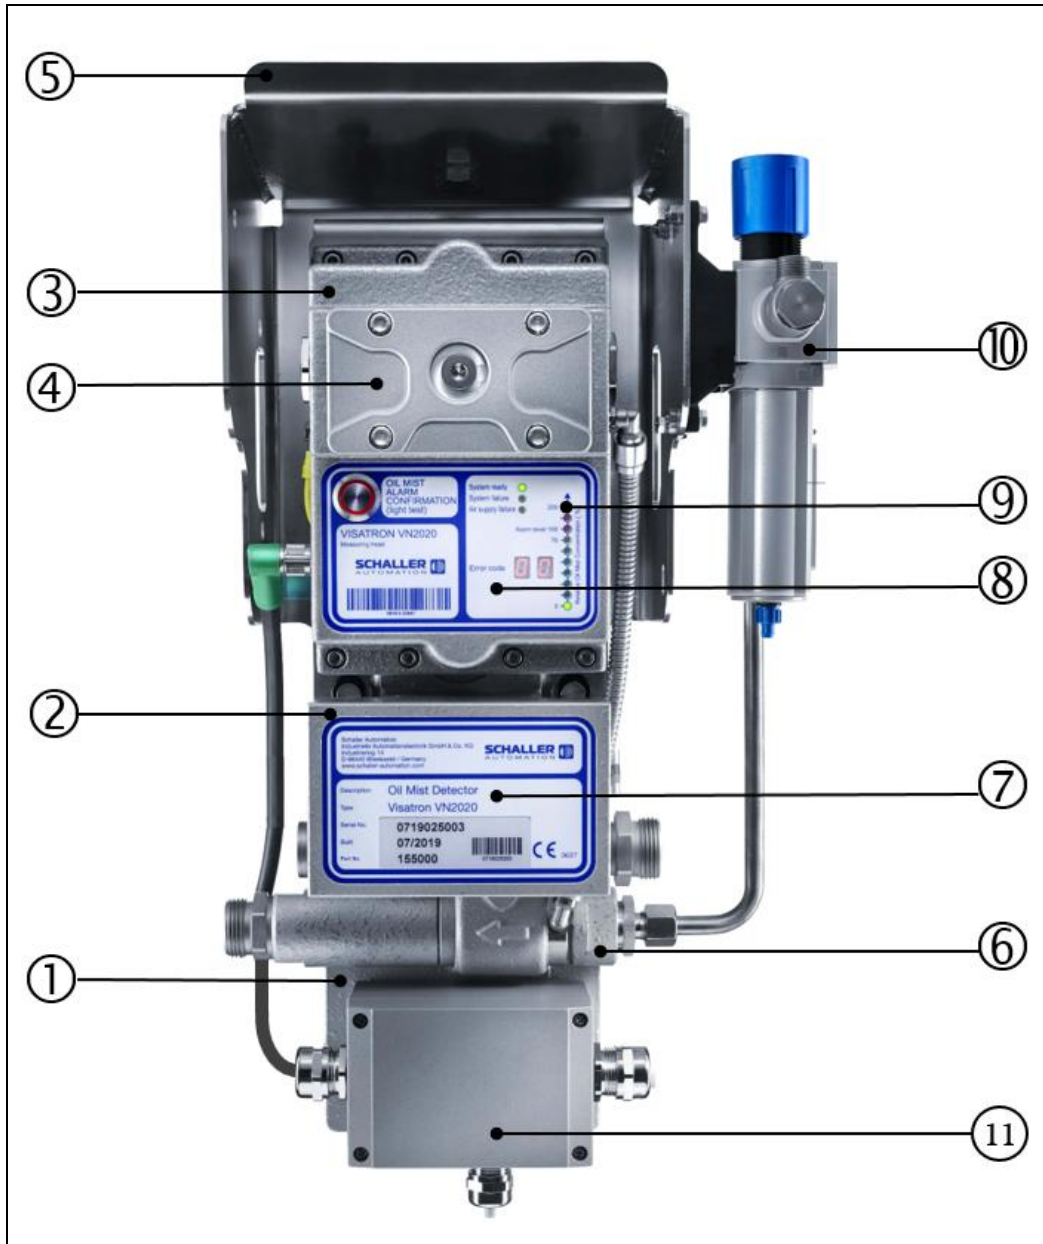
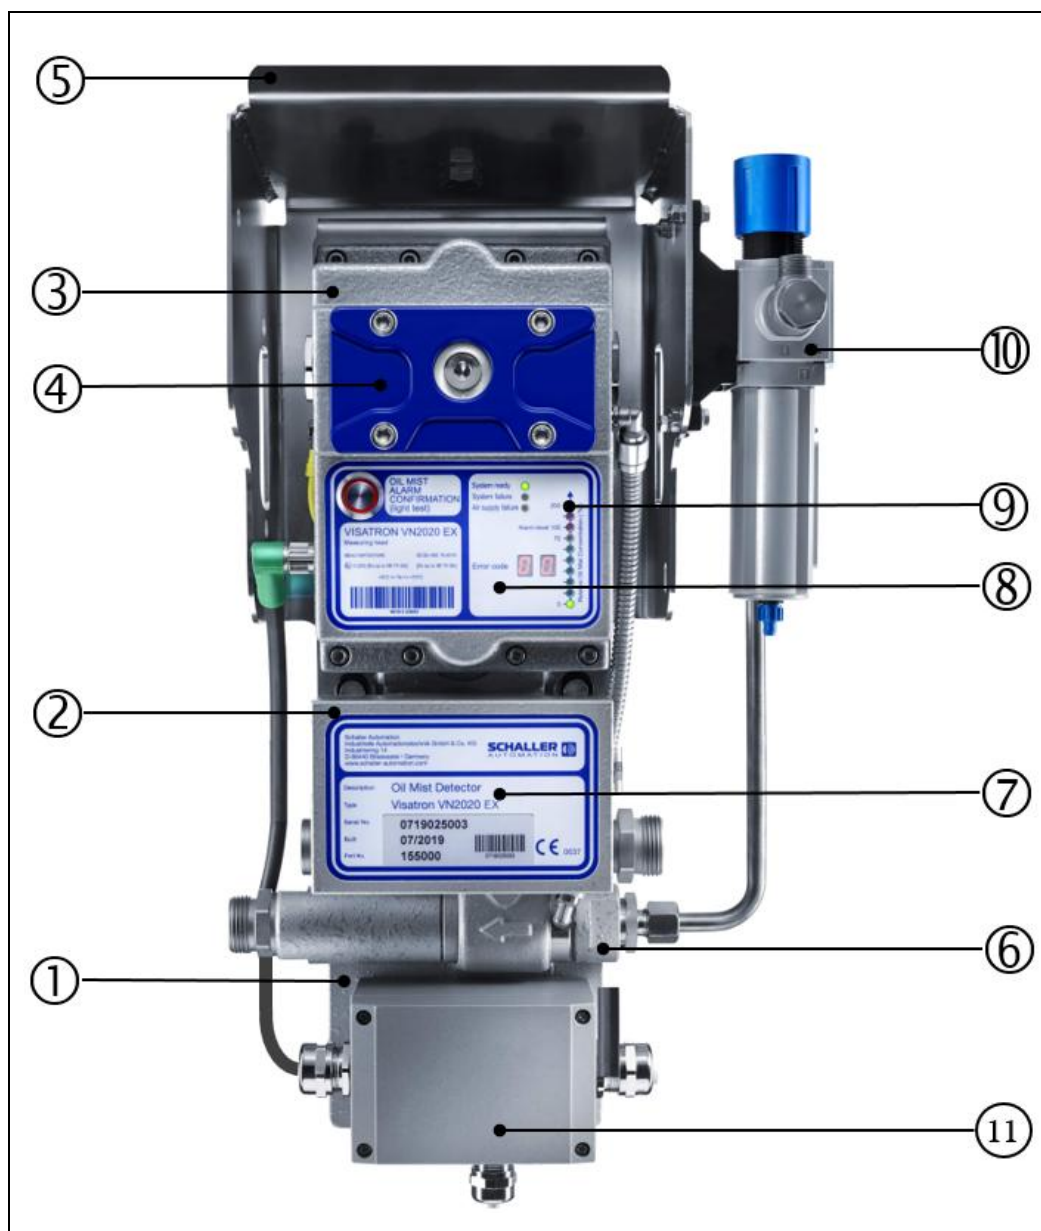

Fig.: 12 : Vista general de los componentes, detector de niebla de aceite VISATRON® VN2020
Fig.: 13 : Vista general de los componentes, detector de niebla de aceite VISATRON® VN2020 EX
La parte central del detector de niebla de aceite es, conforme a las figs. Fig. 12 y Fig. 13 el cabezal de medición (pos. 3) que incluye un canal óptico de medición debajo de la cubierta de control (pos. 4), así como una pantalla led (pos. 9) para señalar al usuario toda la información importante en condiciones de servicio normales. El cabezal de medición está fijado mediante una placa de montaje con protección contra la vibración a la placa base (pos. 1).